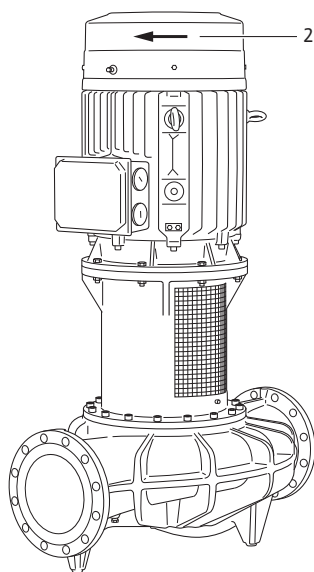

Fig. 47: A forgásirány ellenőrzése
- Rövid bekapcsolás segítségével ellenőrizze, hogy a forgásirány meg egyezik a szellőzőfedélen található nyíl irányával (ld. Fig. 47, 2. poz.). Nem megfelelő forgásirány esetén a következőképpen járjon el: